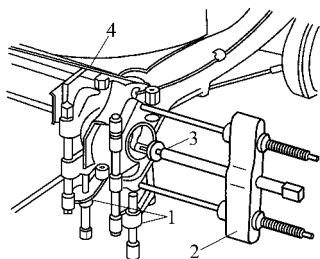

图 5-13 从后横梁中拉出
③ 用分离工具将橡胶金属支承逐一拉出,如图 5-13 所示。